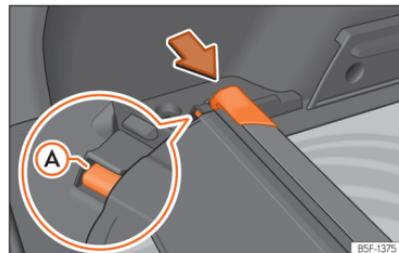

Fig. 184 Na bagageira: alojamento para guardar a chapeleira.
- Pressione a cabeça da chapeleira enrolável no sentido da seta até encaixá-la no alojamento previsto para essa utilização »» Fig. 184. Certifique-se de que o patim (A) encaixa no alojamento correspondente.